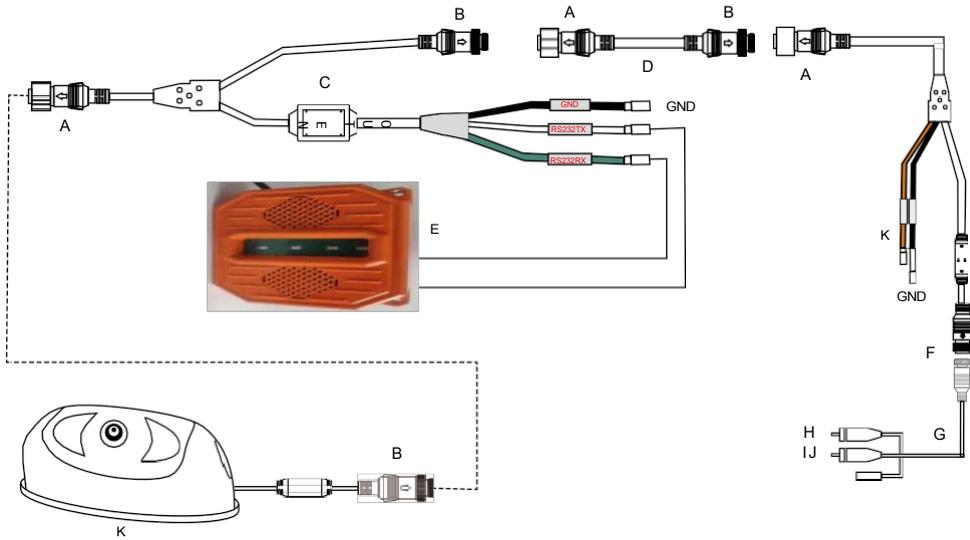

Fig. 2: Conexión de la sirena exterior con luz estroboscópica
- **Adaptador 3:** RS232 para conectar la sirena exterior con luz estroboscópica (Fig. 2)